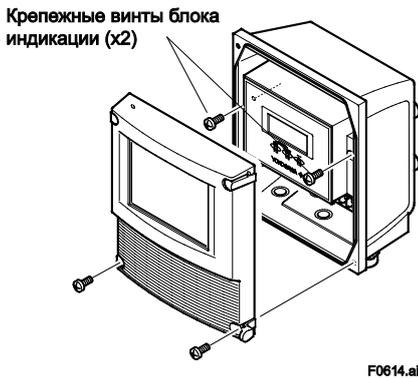

Рисунок 6.3.5 Снятие крепежных винтов блока индикации
(1) Ослабьте два крепежных винта блок индикации, поддерживая его рукой (смотрите рисунок 6.3.5).